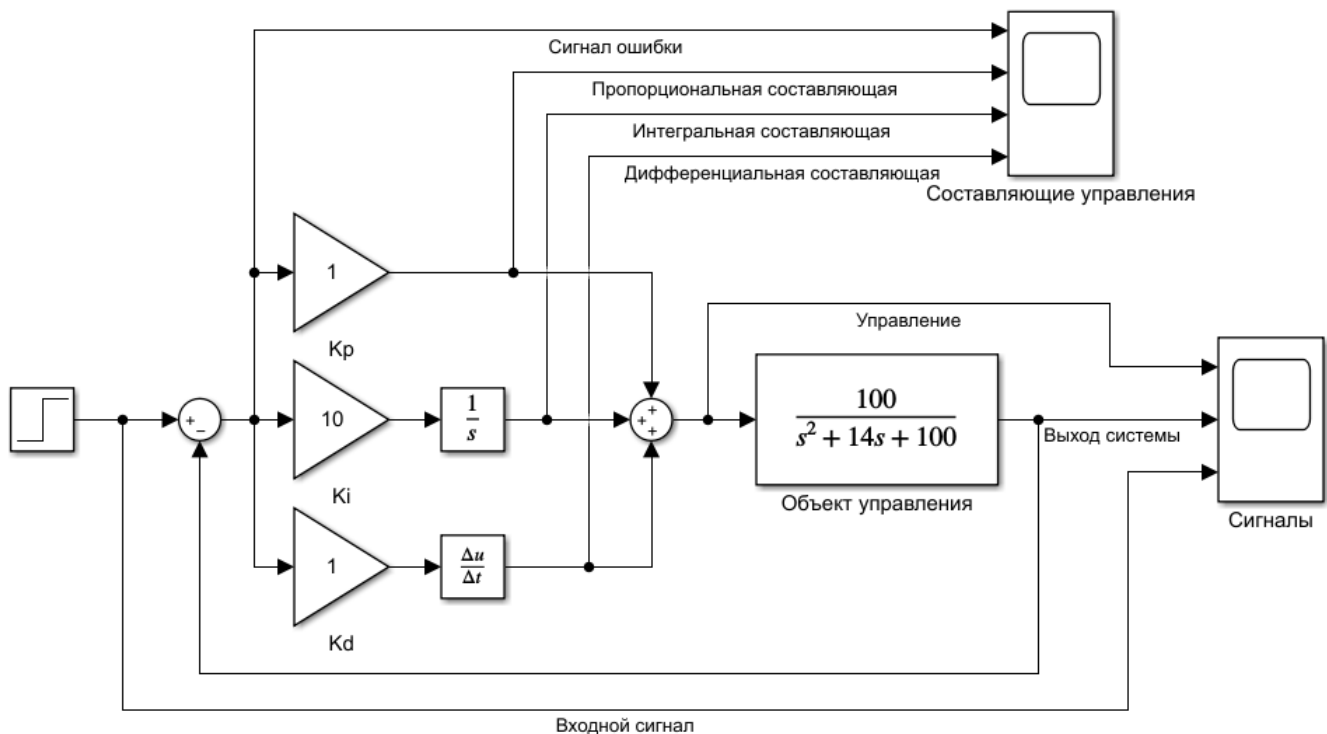

Рис. 1: Схема моделирования системы с ПИД-регулятором
- 1.1. Создать в Simulink схему моделирования непрерывной системы с ПИД-регулятором, сохранив модель в файл с именем `lab_otu_pid.slx` согласно схеме на рис. 1.